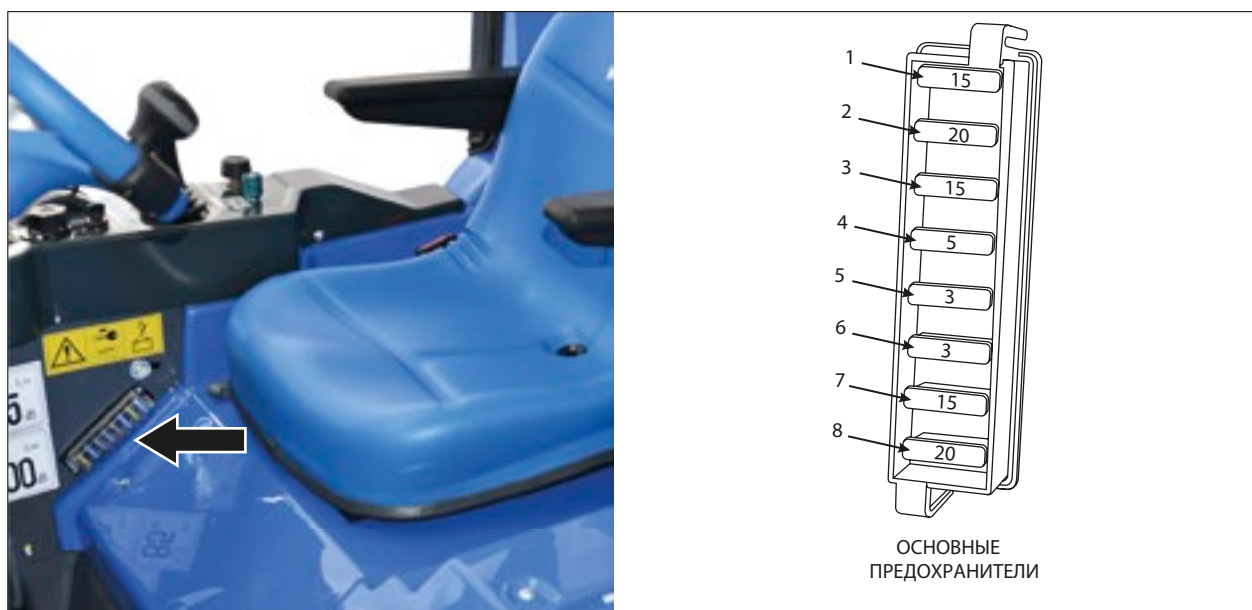

РИС. 37
- 1) Снимите крышку, расположенную внутри справа в машине (см. РИС. 37).